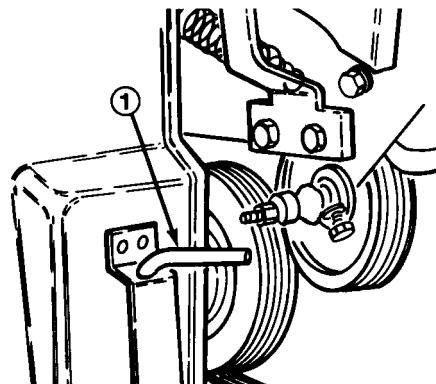

Figure 16
- B.** Enlever la goupille de neutralisation du support de rangement à l'avant du couvercle de la tête d'aération (Fig. 16).
- 1.** Enlever la goupille de neutralisation de la patte de rangement à l'avant du couvercle de la tête d'aération (Fig. 16).